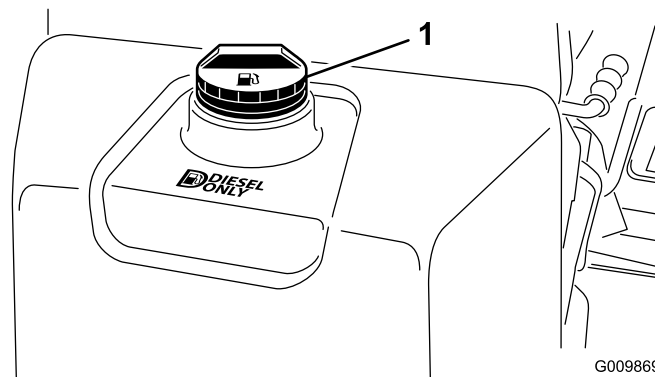

Bild 26
3. Nehmen Sie den Deckel vom Kraftstofftank ab (Bild 26).